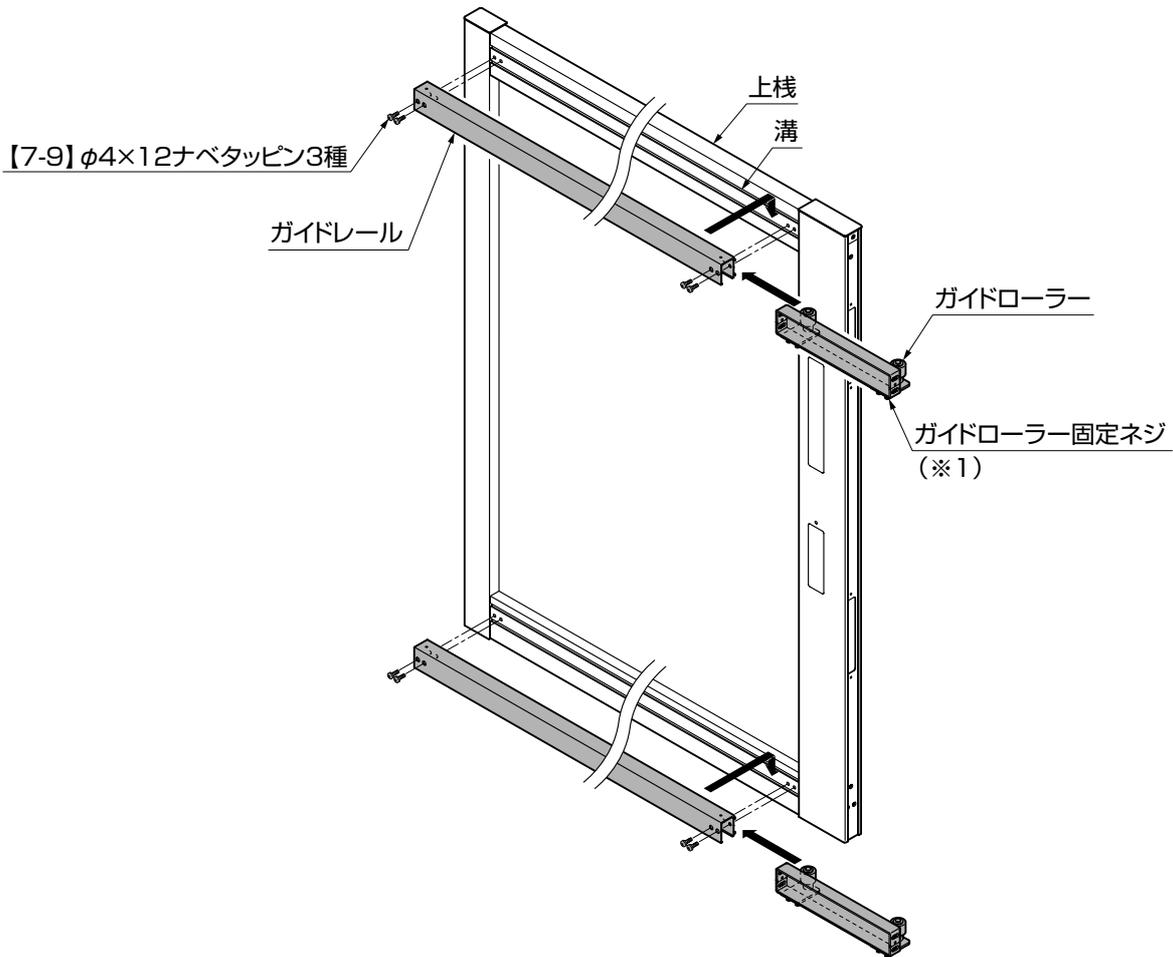

図5-1
- ①上棧と下棧の溝にガイドレールを差込んでください。(図5-1参照)
- ②ガイドレールにガイドローラーをスライドして入れてください。(図5-1参照)
- ③ガイドレールを【7-9】で取付けてください。(図5-1参照)